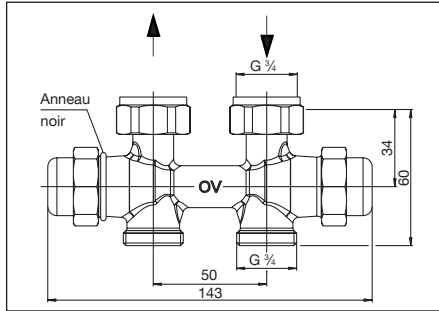
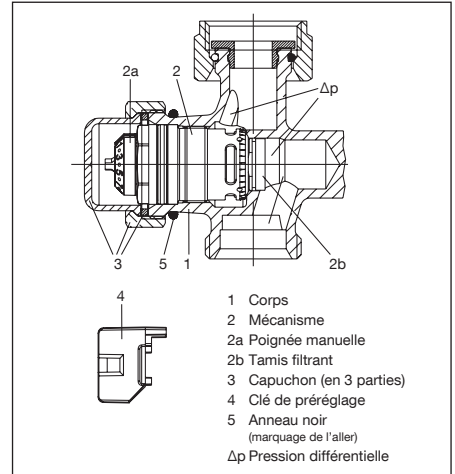
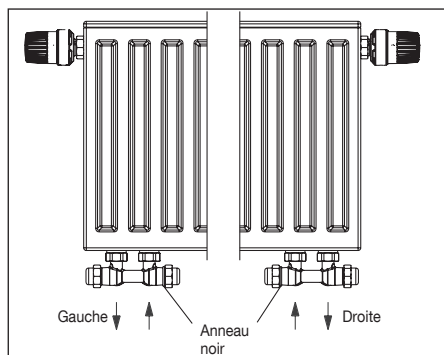

Fig. 3 Modèle droit
Fig. 5 Conception du régulateur de débit
Fig. 6 Affectation des raccords du modèle équerre pour raccordement à gauche ou à droite
Le débit maximal peut être réglé à l'aide de la clé de pré-réglage (pos. 4, fig. 5) (voir paragraphe 6.2.1).
Avec l'appareil de mesure raccordé, la pression différentielle disponible au corps de robinet est mesurée. Pour ce faire, dévisser le capuchon (pos. 3, fig. 5). Démontez ensuite le mécanisme (pos. 2, fig. 5) à l'aide du «Demo-Bloc» et effectuez une mesure avec la tige pour mesurer la pression différentielle. Dès que la pression différentielle mesurée atteint un niveau supérieur ou égal à la pression différentielle Δp_{\min} (voir 4.1), elle est assez élevée pour permettre la régulation automatique du débit par le raccord. Revisser ensuite le mécanisme dans le corps et contrôler l'étanchéité de tous les points de raccordement.
Il est impératif de respecter la position de l'aller et du retour pour garantir que le fluide circule dans le bon sens (voir fig. 3, 4 et 6). L'aller doit être raccordé au côté du régulateur de débit marqué d'un anneau noir (pos. 5, fig. 5). Le modèle équerre est disponible pour raccordement à gauche et à droite (affectation des raccordements voir fig. 6).
2. Dévisser le mécanisme «QA» (pos. 2, fig. 5) et le mécanisme d'arrêt «Combi LR» à l'opposé à l'aide d'une clé de 19 mm.
4. Démonter l'anneau noir (pos. 5, fig. 5) pour le marquage du raccordement pour l'aller et le monter sur le côté opposé du raccord (mécanisme «QA»).
Lors du montage, veiller à la pose parallèle et sans contraintes de la tuyauterie. Il est impératif de respecter la position de l'aller et du retour pour garantir que le fluide circule dans le bon sens. L'aller doit être raccordé au côté du raccord marqué d'un anneau noir (pos. 5, fig. 5).
Démonter le capuchon sur le côté aller (marqué d'un anneau noir, pos. 5, fig. 5).
Procéder au préréglage selon la valeur souhaitée à l'aide de la clé de préréglage (pos. 4, fig. 5). Le préréglage ne peut être effectué qu'à l'aide de la clé de préréglage fournie qui est montée sur la poignée manuelle (pos. 2a, fig. 5). Cela évite tout risque de dérèglement de la valeur réglée par des personnes non autorisées.
1. Démonter le capuchon sur le côté aller (marqué d'un anneau noir, pos. 5, fig. 5).
Des dysfonctionnements (le radiateur ne chauffe pas de manière suffisante par ex.), peuvent être causés par un tamis filtrant encrassé (pos. 2b, fig. 5).
Dévisser le mécanisme (pos. 2, fig. 5) du corps (pos. 1, fig. 5) à l'aide de l'outil spécial «Demo-Bloc» sans vidanger l'installation. Ensuite, nettoyer ou remplacer le tamis filtrant (pos. 2b, fig. 5) ou remplacer le mécanisme.